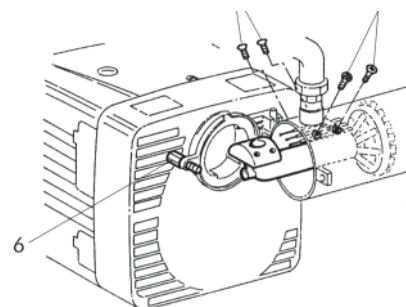

fig.6
- Para acceder al tubo de alimentación y a los electrodos hay que quitar el tornillo bisagra 6 y los tornillos 7 (fig.6).